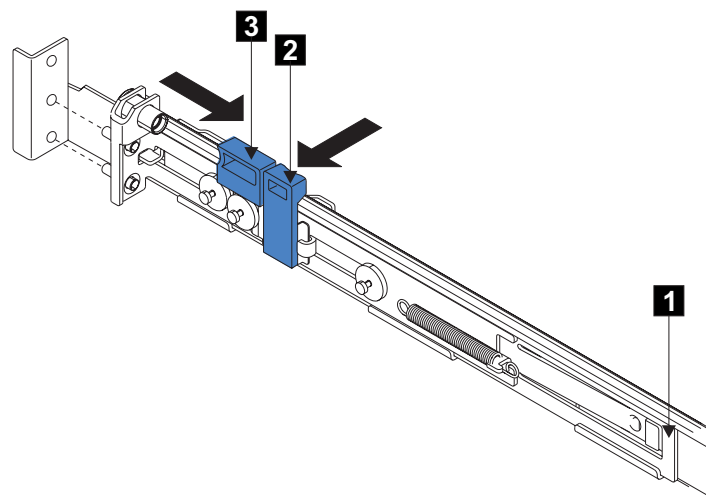

図 48. 後部のラッチ・ロック・キャリア・アセンブリーを開く
5. 後方のレール・ブラケット **1** (図 48) を、止まるまでレールの前面に向かって押します。これで、レールはその一番短い長さに調整されます。